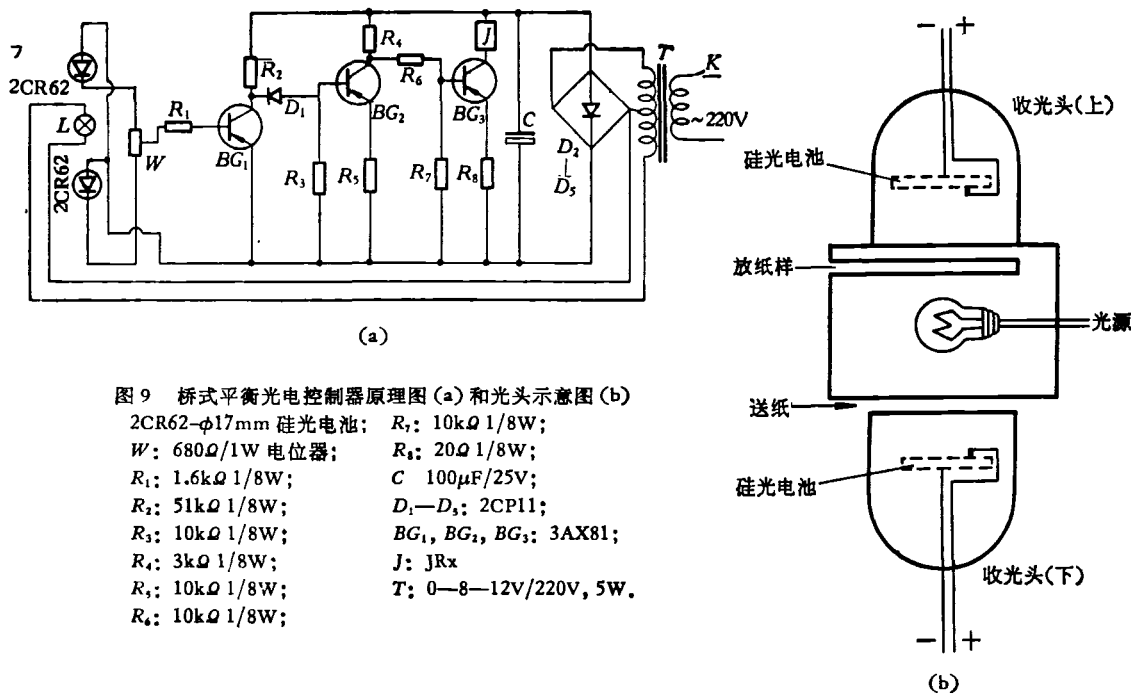

图9 桥式平衡光电控制器原理图(a)和光头示意图(b)
(3) 桥式平衡控制器: 电路如图9(a)所示,图9(b)表示出光头示意图。此线路中用两片硅光电池做为同一光源的两个光电接收器,在正常工作时两片硅光电池输出信号用电位器W调至平衡,这时硅光电池对电路不起作用,即两硅光电池产生了大小相等方向相反的两个信号,迭加后为零。